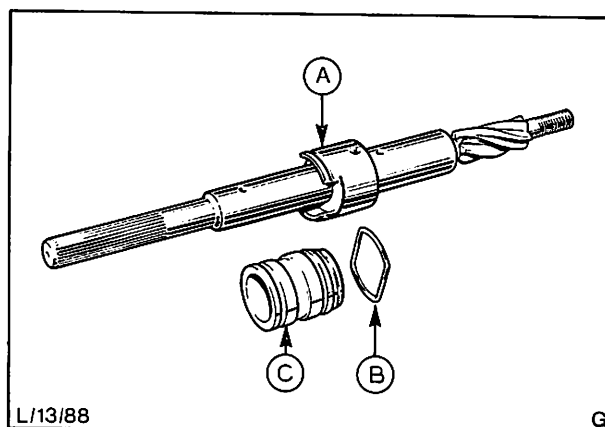

Abb. 28 A = Ritzelwelle kompl.
13. Sprengring „B“ in Abb. 28 von der Ritzelwelle „A“ entfernen und das Steuerventil „C“ vom Ritzel abziehen.